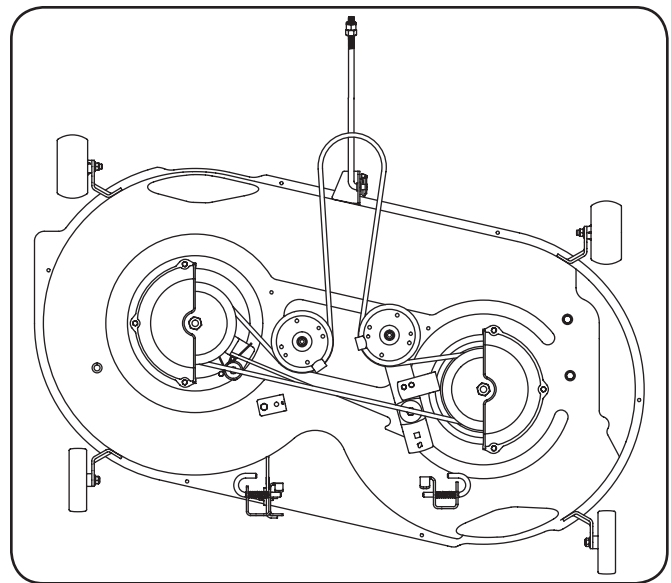

Figure 7-9
5. Para colocar la nueva correa comience encaminando la correa alrededor de las dos poleas de huso externas, entonces alrededor de la polea de huso delantera según las indicaciones de Figure 7-9.
6. Entonces encamine la correa alrededor de las dos poleas más ocias de la cubierta como demostración en Figure 7-9.